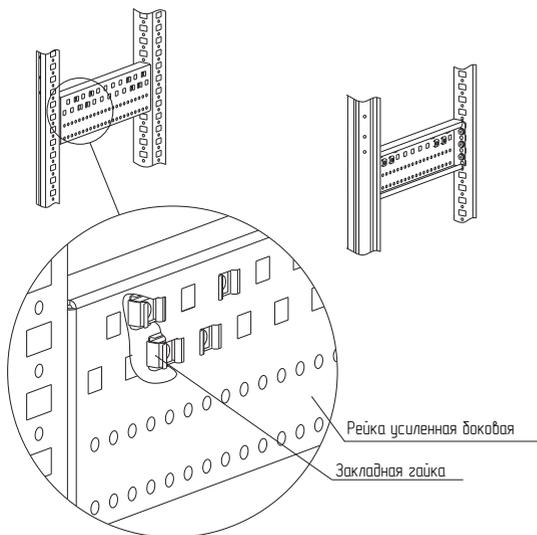

Рисунок 37
4.21.2 Установить закладные гайки в рейки усиленные боковые в соответствующие отверстия (рисунок 37).